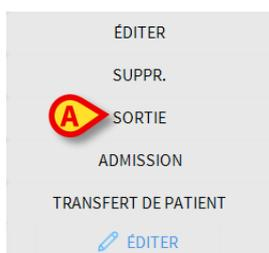

Fig 115
Un menu contenant plusieurs options s'ouvre (Fig 115).
- Cliquez le **Sortie** bouton (Fig 115 **A**)